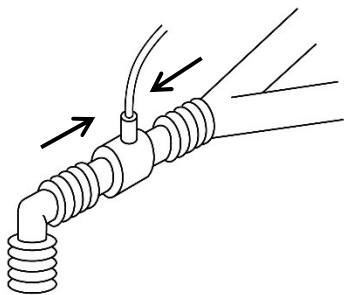

Abbildung 1
2. Den Atemwegadapter mit dem proximalen Ende des Atemkreises zwischen dem Endotrachealtubus und dem Y-Stück des Beatmungsgeräts verbinden, wobei die Probenahmeleitung nach oben zeigen muss, wie in Abbildung 1.